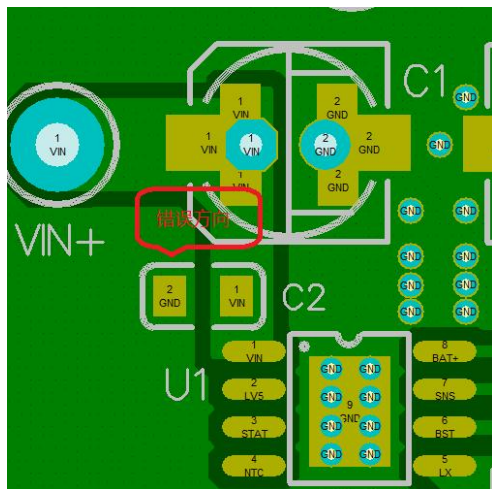

图 2 (C2 电容错误方向)
2. 输入小容量贴片电容 C2 尽量靠近芯片第一脚和底盘，注意 C2 的放置方向，尽量放置在输入大电流回路，如下图 2, 3 所示：